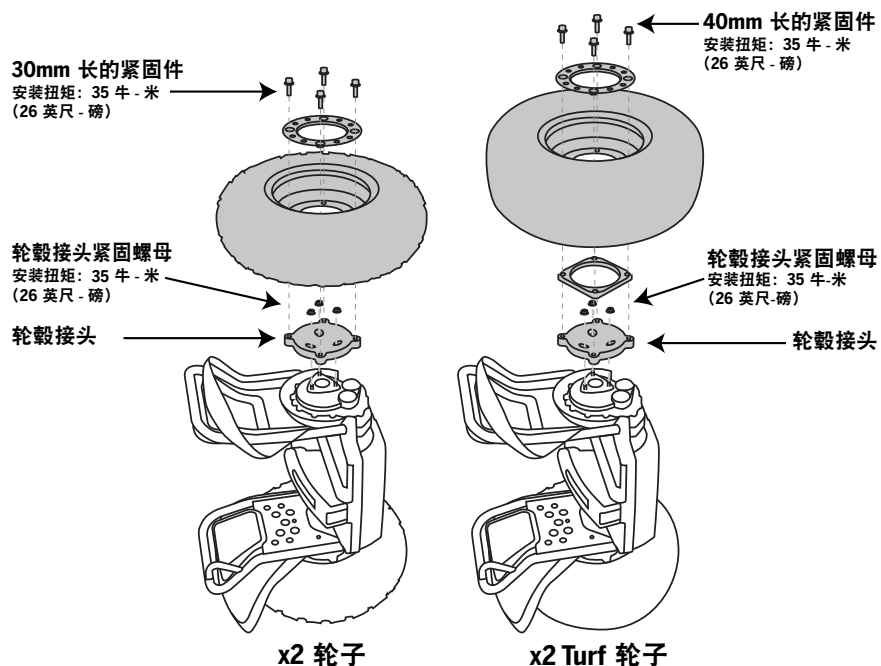

图 2. 拆卸或安装轮毂接头
3. 用 13mm 套筒扳手下 3 个紧固螺母。抓住轮子不要让其转动。请参见图 2。
7. 要重新安装轮毂接头，请将轮子放在轮毂接头上，使气门桩朝外。对于 x2 Turf：将隔片放在轮毂接头上，然后将轮子放在隔片上。请参见图 2。
9. 将轮子和轮毂接头放到 3 根螺杆上。请参见图 2。抓住轮子不要让其转动，然后将 3 个紧固螺母拧入螺杆。使用 13mm 套筒扳手拧紧到 35 牛 - 米 (26 英尺 - 磅)。